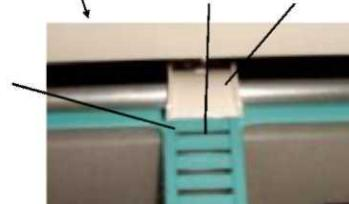

Рис. 7
4. Убедитесь в том, что нижняя часть переднего воздушного фильтра правильно расположена в отделении для фильтра, а верхняя его часть закреплена между роликом и направляющей, как показано на рис. 7.